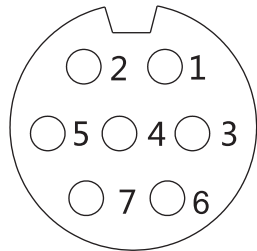

图2 七芯插座插头接线图
控制器接线非常方便，所有输入、输出线都通过面板下方的七芯插座进行连接，插座各芯与相应各线的连接见图2。
7.1、控制器按图2的要求连接接线路。
7.2、将面板上的转速指令电位器2置于0位(逆时针最小位置),接通电源合上面板上的主令开关8, 电源指示灯7亮(红色)。转动面板上的转速指令电位器2用100V以上的直流电压表测量励磁绕组输出端(图2中3, 4端)应有：0~90V的突跳电压，此时，开环工作正常(仅对JD □)。